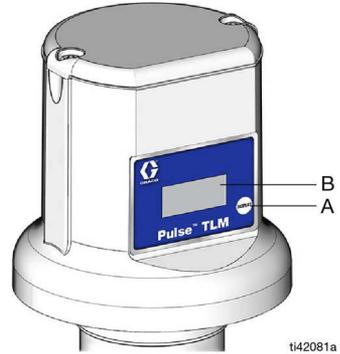

FIG. 2
2. Mantenha pressionado o botão Exibir (A) até que a mensagem REGISTRAR (B) seja exibida. (FIG. 2). Isso pode levar até 20 segundos.